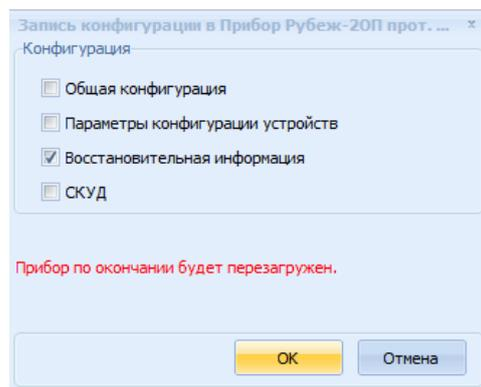

Рисунок 13.5 Окно «Запись конфигурации в прибор», Восстановительная информация
- Записать конфигурацию в устройство - записать текущую конфигурацию в выбранный прибор. При нажатии откроется окно «Запись конфигурации в Прибор», в котором можно выбрать способ записи конфигурации (Рисунок 13.5):